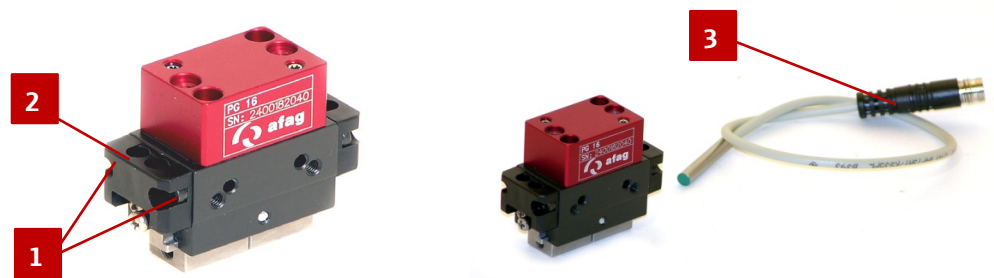

Abb. 11 Einbau der induktiven Sensoren
1. Klemmschrauben (Abb. 11, 1) an Klemmhalter (Abb. 11, 2) lösen.
2. Induktive Sensoren (Abb. 11, 3) an die Greifer montieren
4. Klemmschrauben (Abb. 11, 1) leicht anziehen.
6. Klemmschrauben (Abb. 11, 1) festziehen.